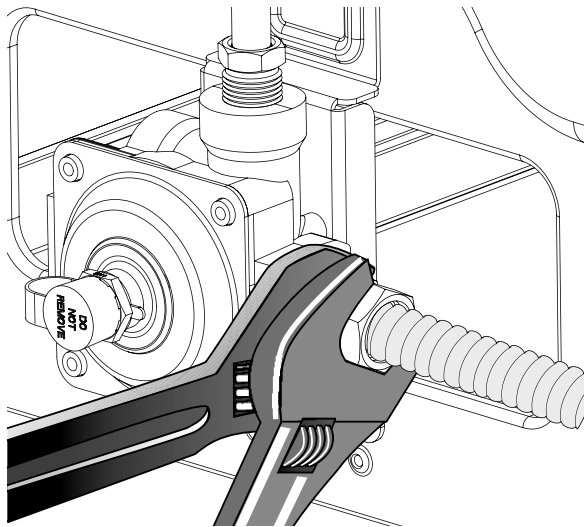

Fig. 10
- c. Serrez le raccord d'alimentation en gaz ou la conduite de l'appareil en le branchant à l'adaptateur de raccord-union qui se trouve du côté droit du détendeur (voir fig. 10) **SANS SERRER À PLUS DE 15 pi/lb.** Veillez à stabiliser le raccord-union évasé de 1,3 cm (1/2 po) au moyen d'une clé à molette avant d'effectuer le serrage des raccords de l'alimentation en gaz ou de la conduite de l'appareil.